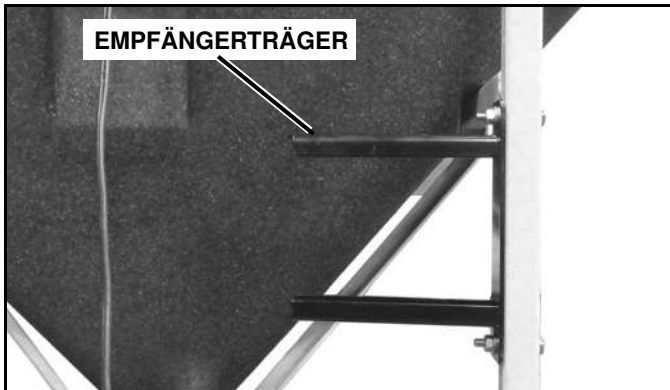

Abb. 1-3
1. Entnehmen Sie den Empfängerträger aus der Verpackung, und montieren Sie ihn am vertikalen Rohr des Streuverteilerrahmens auf der Fahrerseite. Der Träger muss innen am Rahmen ungefähr in der Mitte des Rohres angebracht werden. Achten Sie darauf, dass der Kabelbaum vom Motor des Streuverteilers und der Kabelbaum vom Rüttler das Empfängermodul erreichen können (Siehe Abb. 1-3).
2. Verwenden Sie den Träger als Schablone und markieren und bohren Sie zwei Bohrungen mit Durchmesser 7,144 mm durch das Rohr (wenn kein Bohrer mit Durchmesser 7,144 mm vorhanden ist, verwenden Sie einen für Durchmesser 7,938 mm). Befestigen Sie den Träger am Streuverteiler mit zwei (2) Sechskantschrauben 1/4" X 1-3/4", zwei (2) Unterlegscheiben 1/4" und zwei (2) Sicherungsmuttern 1/4" (Siehe Abb. 1-3).